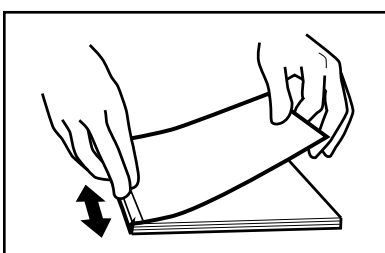

ABBILDUNG 18
10. Drücken Sie das Buch vorsichtig gegen den Rücken. Reiben Sie vor und zurück, wie in Schritt 9 (siehe Abbildung 18).